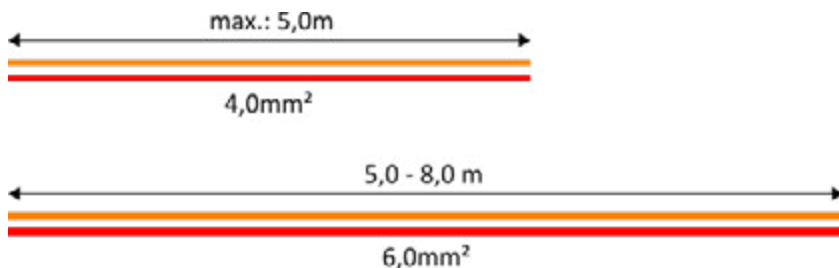

Fig. 39
- ☐ Les diamètres de câble pour le branchement par câble entre la batterie et l'appareil de chauffage doivent être ceux indiqués ci-dessous (Fig. 39).